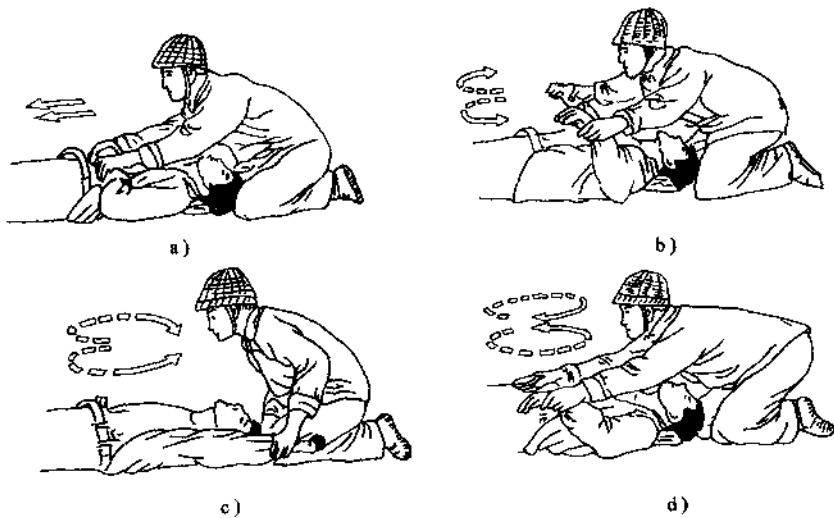

图 1-5 牵手人工呼吸法
(3) 牵手人工呼吸法 如图1-5所示,凡呼吸停止,且口鼻均受伤的触电者应采用此法抢救。